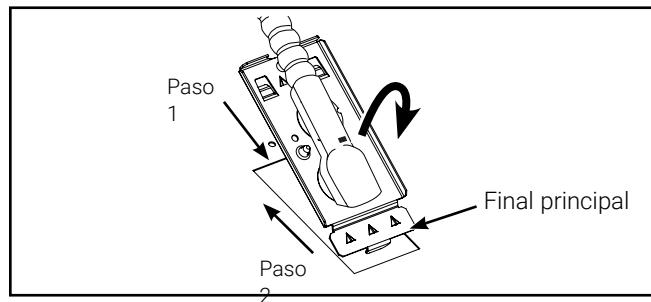

Figura 3.
4. Retire la placa de acceso eléctrico y remueva los huecos necesarios de la placa de acceso para fijar el cable de alimentación eléctrica (Figura 3).
- Paso 1: Para insertar la placa de acceso, gire hasta que el extremo delantero esté dentro del cableado (Figura 3).